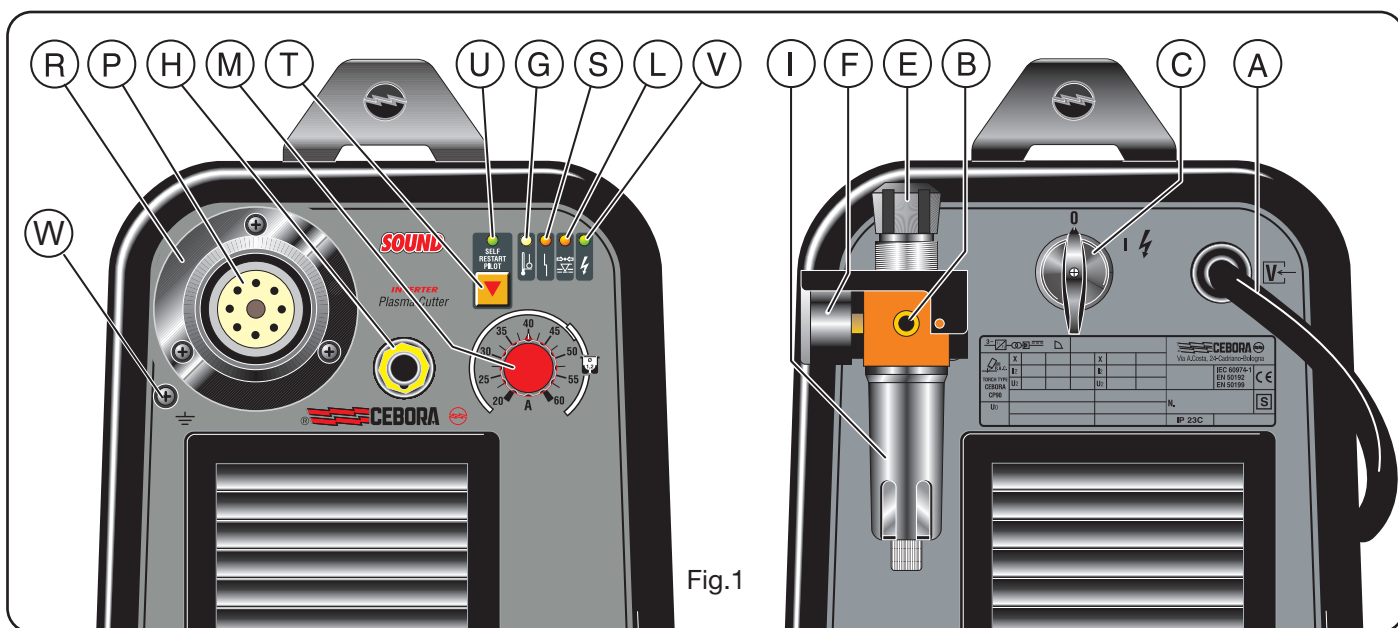

Fig.1
### 2.1 MONTAJE ANTORCHA (Fig. 1)
1) Con el fin de evitar sobrecargas. Está evidenciado por el encendido continuo del Led **G** (vease fig. 1).
Colocado en la alimentación de la antorcha para evitar que la presión del aire sea insuficiente viene evidenciado por el encendido del led **L** (ver fig.1).